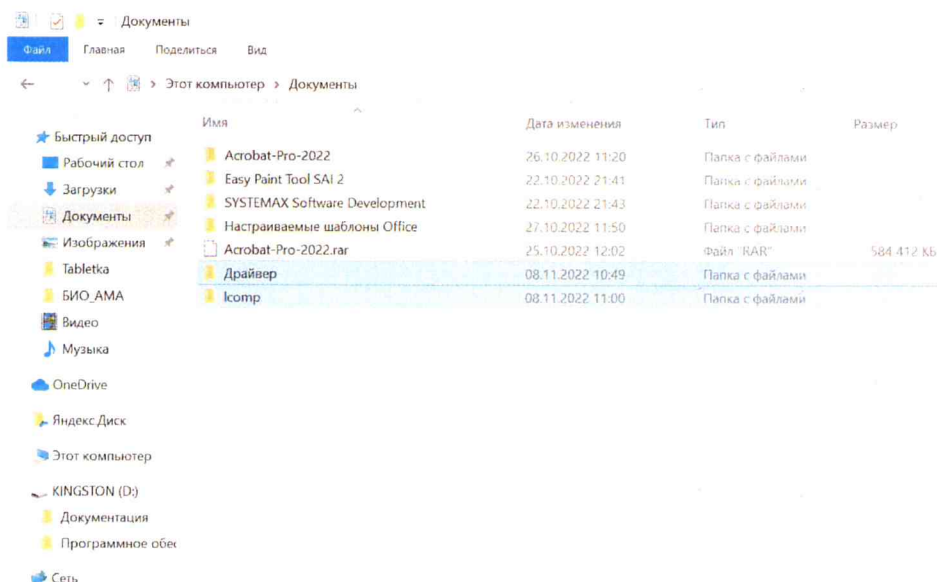

Рисунок 6
2) Перенесите выбранные файлы в папку на вашем компьютере (рисунок 6).